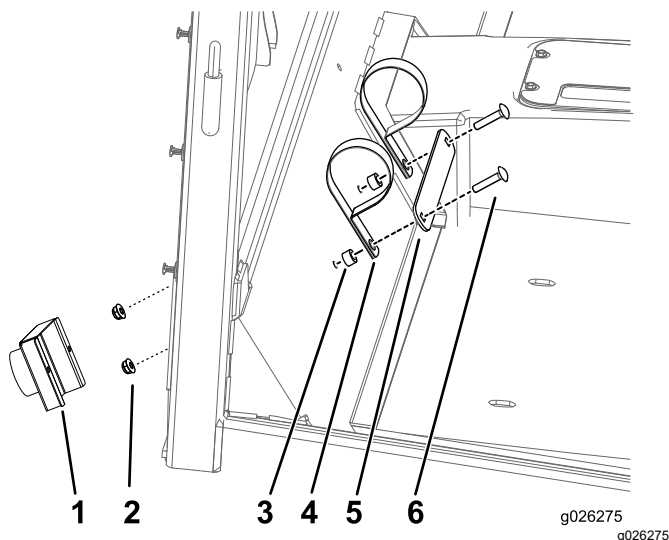

図 47
- オペレーターズマニュアル保管チューブを取り付ける図 47。